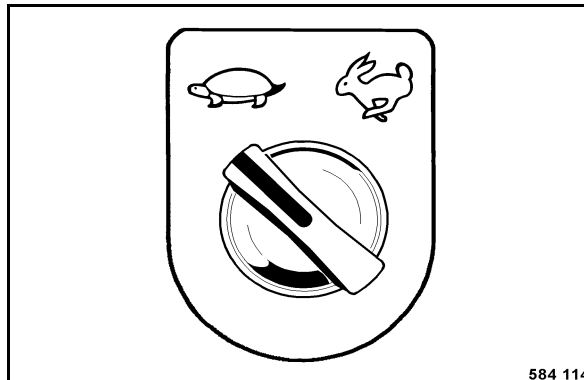

Fig. 94
- Présélection de la vitesse de travail (Fig. 94).